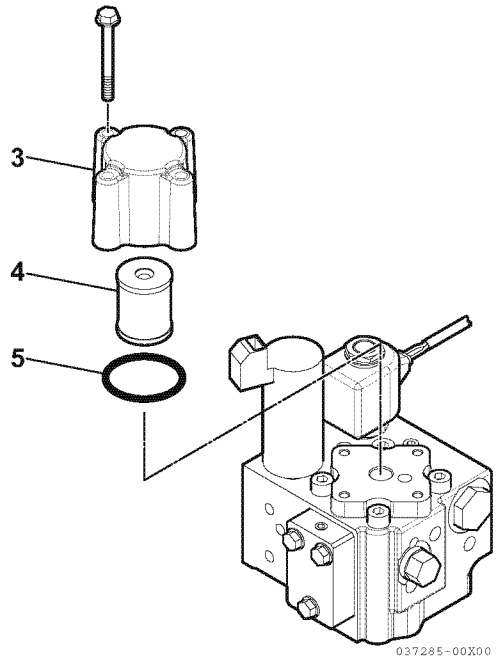

Abbildung 5
2. Das Filterelementgehäuse entfernen (3, **Abbildung 5**).
3. Das Filterelement entfernen (4, **Abbildung 5**).
4. Den O-Ring entfernen und austauschen (5, **Abbildung 5**).